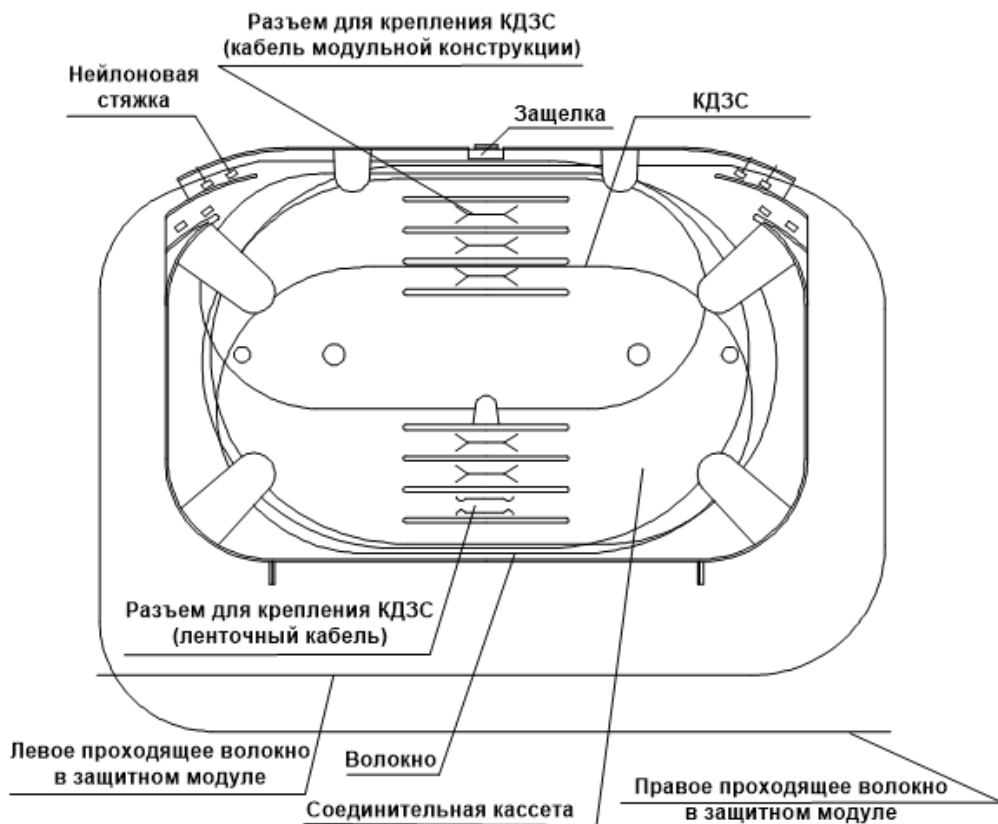

Рисунок 6 - Сварка оптических волокон
2. Кольца помещаются в слайс-кассету вместе с термоусаживаемыми гильзами (КДЗС). Сначала закрепите гильзу в одной из ячеек кассеты, затем укладывайте волокно в кольца, увеличивая их диаметр для укладки запаса. Смотрите рисунок 6.